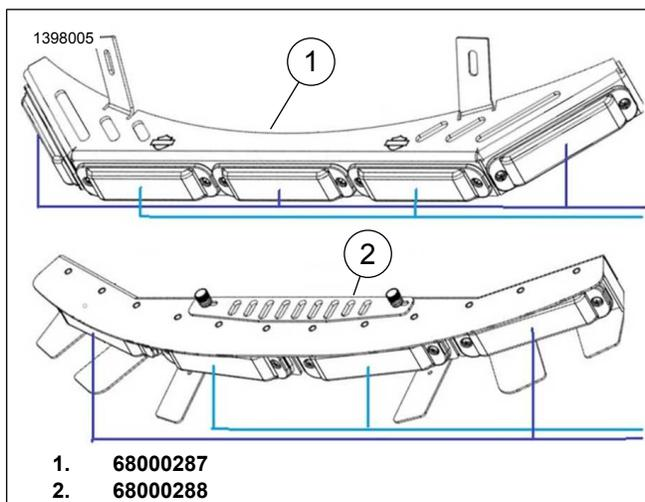

Figure 8. Configurations de tête optique
Voir la figure 8. pour une représentation visuelle de ces configurations de têtes optique, qui diffèrent pour 68000287 (1) et 68000288 (2).